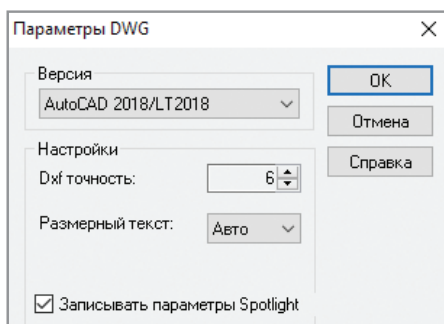

Рис. 1. Поддержка файлов DWG 2018 в Spotlight
3. Spotlight поддерживает экспорт/импорт файлов формата DWG 2018 (рис. 1).